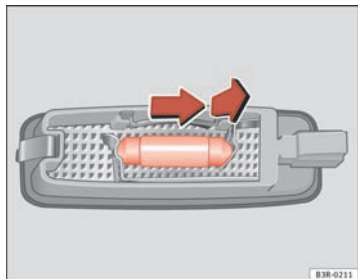

Fig. 246 Démontage de l'éclairage du pare-soleil
- Retirez l'ampoule en la déplaçant dans le sens de la flèche et vers l'extérieur ⇒ fig. 246. ■